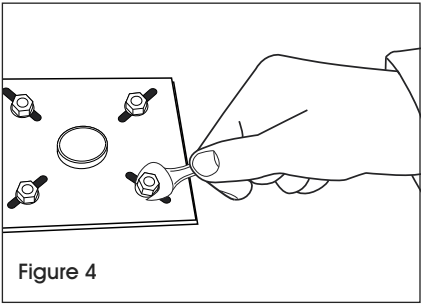

Figure 4
- 4. Tighten nuts with wrench provided. (See Figure 4)
4. Serrez les écrous avec la clé fournie. (Voir Figure 4)